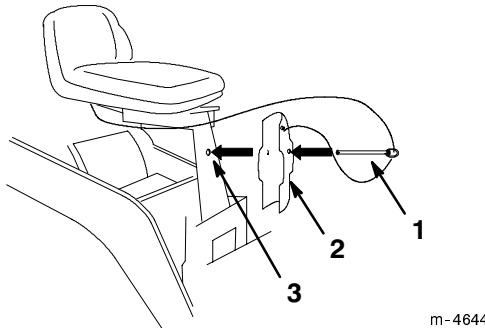

Abbildung 24
6. Die Klemme unter dem Löffelbaggersitz sichern, indem das Ende des Stifts in das Loch in der Sitzhalterung gesteckt wird (Abb. 24).